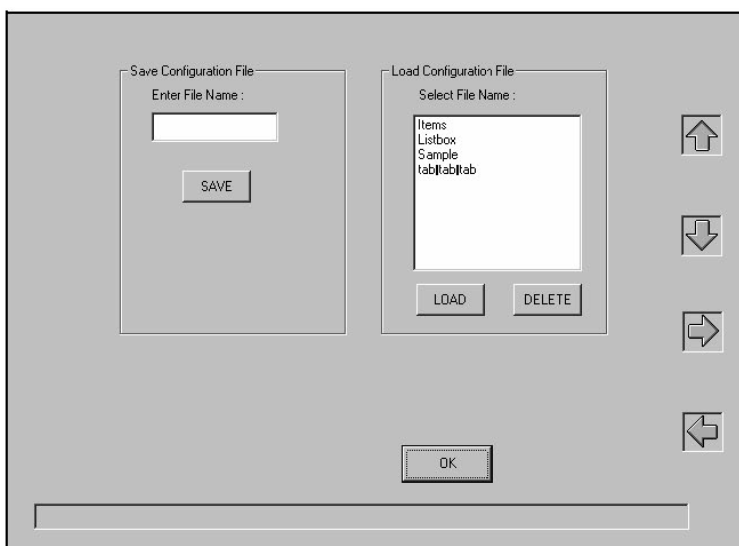

図 4-9 設定画面
1. メイン画面から **Configuration** を選択します。図 4-9（下）に示す画面が表示されます。